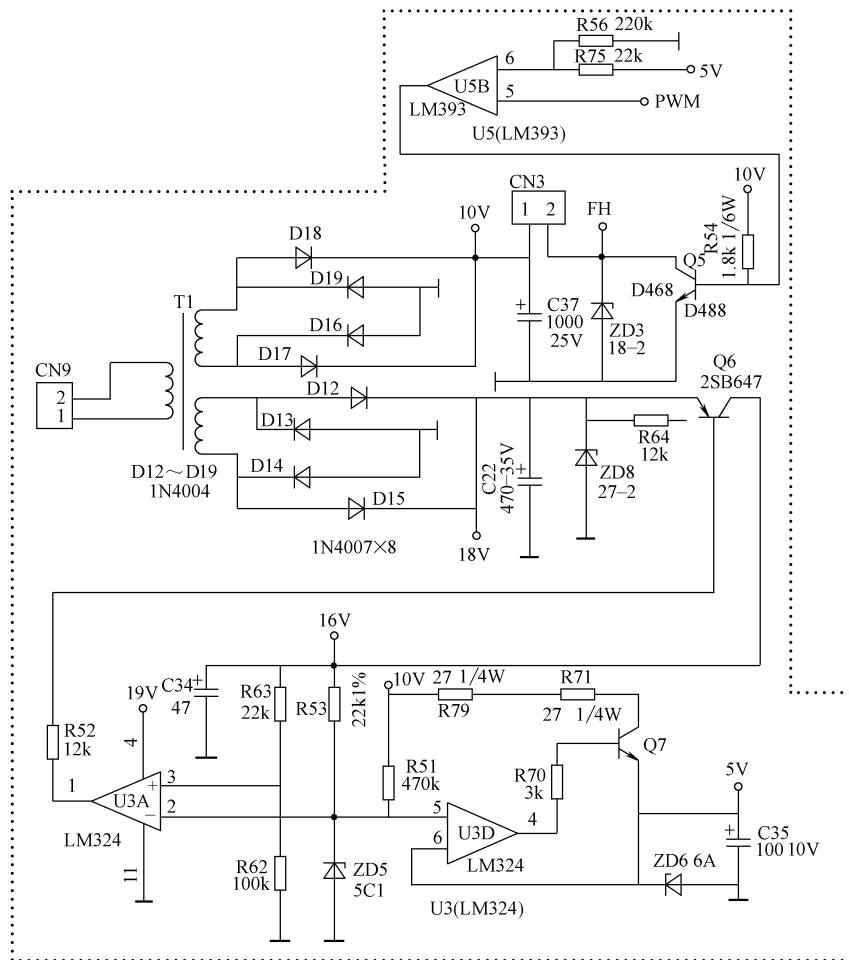

图 4-114 Q5 相关电路截图
**维修笔记** Q5 相关电路截图如图 4-114 所示。